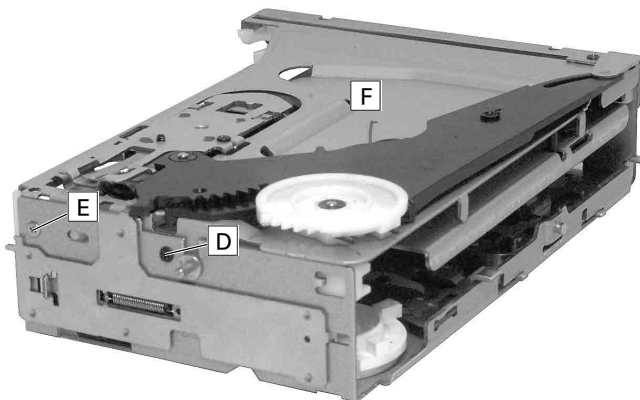

Fig. 16
- 5 Schrauben **D** (Fig. 16 und 17) und Schraube **E** (Fig. 16) heraus-schrauben und das Oberteil **F** abnehmen.